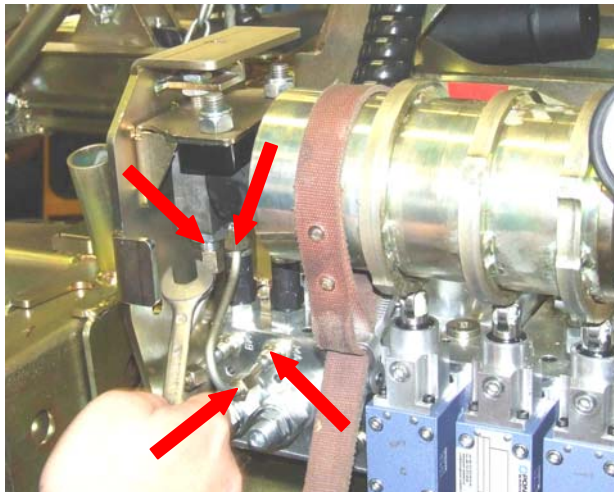

Fig.3
3. Irrota kaikki 4 ruuvia hydrauliliitoksista (rummun vasemmalla puolella) → Fig. 3